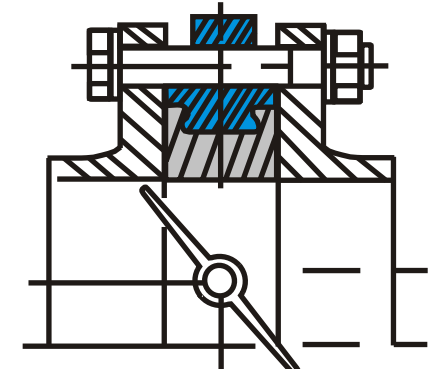

Рис. 6
- Затяните болты (шпильки) так, чтобы фланцы и корпус (металлическая часть) затвора соприкасались. Фланцевые соединения следует затягивать равномерно в три или даже четыре прохода, последовательностью «крест-накрест». Затяжка болтов на межфланцевых соединениях должна быть равномерной по всему периметру. Медленно закройте и откройте дисковый поворотный затвор. Если установка затвора была проведена правильно, затвор должен свободно открываться и закрываться (рис. 6).